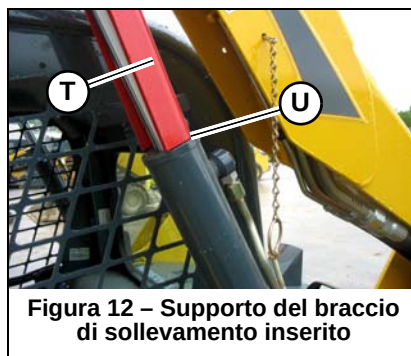

Figura 12 – Supporto del braccio di sollevamento inserito
7. Usare il comando di sollevamento per innalzare il braccio finché il supporto (T, Figura 12) non scenda sull'estremità del cilindro di sollevamento ed intorno alla canna del cilindro.
8. Abbassare lentamente il braccio di sollevamento finché l'estremità libera del dispositivo di supporto non arrivi a contatto con l'estremità superiore del cilindro di sollevamento (U).